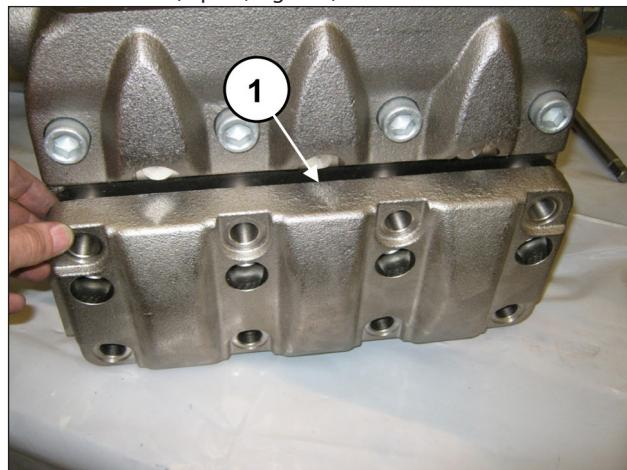

Fig. 152
Après avoir monté les groupes soupape d'aspiration, poser le couvercle des soupapes d'aspiration (rep. ①, Fig. 152) et serrer les 8 vis M16x45 (rep. ①, Fig. 153).